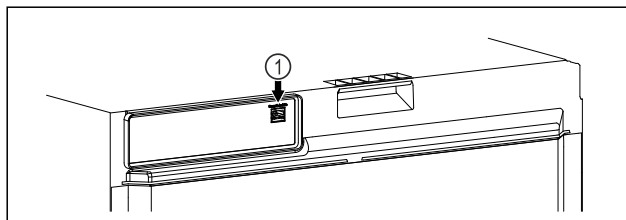

Fig. 105
- ❑ Le SmartModule Fig. 105 (1) est installé.